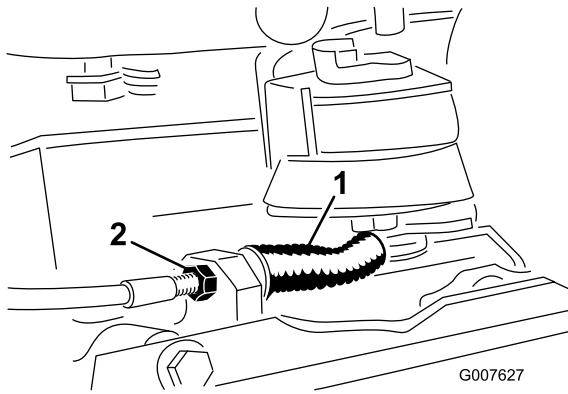

Figure 35
- Pour diminuer la tension du câble, desserrez l'écrou de blocage avant et serrez l'écrou de blocage arrière (Figure 35). Répétez les opérations 1 et 2, et ajustez la tension au besoin.
- Pour augmenter la tension du câble, serrez l'écrou de blocage avant et desserrez l'écrou de blocage arrière (Figure 35). Répétez les opérations 1 et 2, et ajustez la tension au besoin.